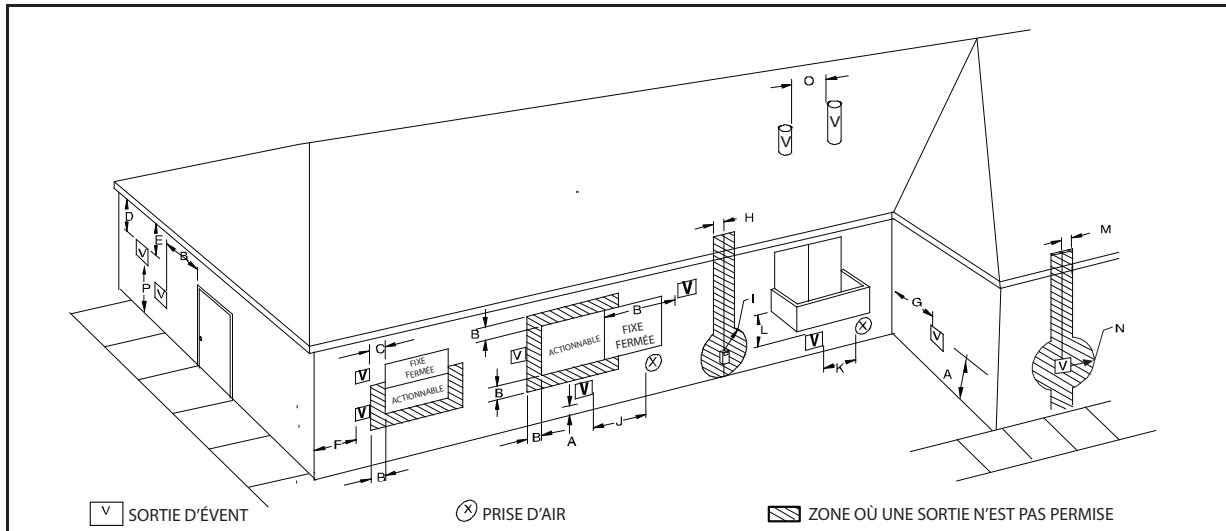

Fig.43 – Dégagement des sorties des systèmes à air de combustion ventilé et à ventilation non directe
Dans le cas d'un système à air de combustion ventilé, l'évent aboutit et évacue les produits de combustion directement à l'extérieur, comme un système à ventilation directe. Consultez la Fig. 43 pour connaître les exigences de dégagement du code national.
Dans un système à évacuation non directe (1 conduit), tout l'air de combustion est prélevé directement de la zone adjacente à la chaudière et tous les produits de combustion sont évacués à l'extérieur dans l'atmosphère. L'air de combustion doit être fourni conformément à la section Air de combustion et de ventilation. Une cheminée inutilisée n'est pas adéquate pour fournir l'air extérieur à la chaudière. Consultez la Fig. 43 pour connaître les exigences de dégagement du tuyau d'évent du code national.
Pour les dégagements de terminaison d'évent, consultez les codes nationaux présentés à la Fig. 42 pour un système à ventilation directe / à deux tuyaux et à la Fig. 43 pour un système à air de combustion ventilé / à ventilation non directe / à un tuyau. Pour la disposition des terminaisons extérieures, consultez la Fig. 39 pour le système à ventilation directe / à deux tuyaux et la Fig. 40 pour les systèmes à air de combustion ventilé / ventilation non directe / à un tuyau. Communiquez avec les responsables des codes locaux pour connaître les autres exigences des codes nationaux présentés dans ces figures ou les dérogations à ceux-ci.
1. Se conformer à toutes les exigences en matière de dégagements, tel qu'indiqué à la Fig. 42 ou à la Fig. 43 selon l'application.
Le tuyau d'évent d'un système à ventilation indirecte (un tuyau) doit se terminer à l'extérieur. Pour connaître les exigences relatives aux dégagements des événements du code national, consultez la Fig. 43. Les terminaisons d'évent admissibles sont indiquées à la Fig. 40.
Le tuyau d'évacuation d'un système à air de combustion ventilé doit se terminer à l'extérieur. Consultez la Fig. 43 pour connaître les exigences de dégagement du tuyau d'évent du code national. Les terminaisons d'évent admissibles sont indiquées à la Fig. 40. Le tuyau d'air de combustion se termine dans un grenier ou un vide sanitaire bien aéré. Conformez-vous aux dégagements indiqués à la Fig. 46.